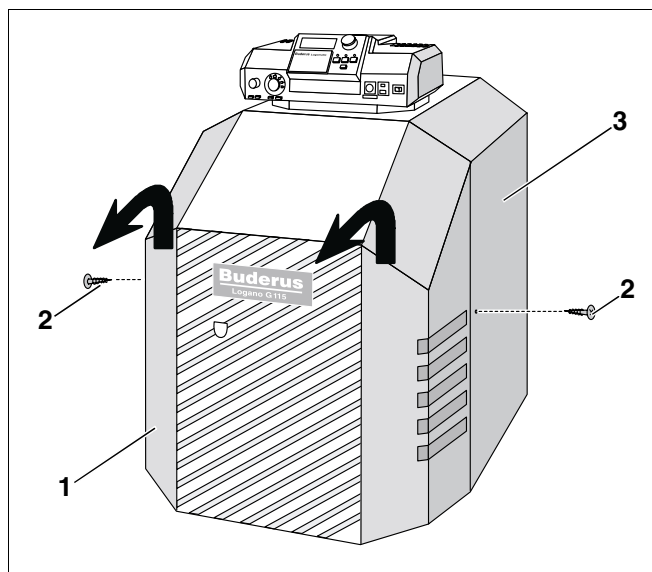

Fig. 5 Indepartati capacul arzatorului
Demontarea captuselei usii si a capacului arzatorului se realizeaza in mod identic. Fig. 5 arata demontarea capacului arzatorului.
- Indepartati (fig. 5, **poz. 2**) suruburile de siguranta (fig. 5, **poz. 1**) ale capacului arzatorului.
- Indepartati (fig. 5, **poz. 1**) capacul arzatorului (fig. 5, **poz. 3**) de pe mantaua cazanului. Ridicati usor capacul arzatorului si indepartati-l prin fata.